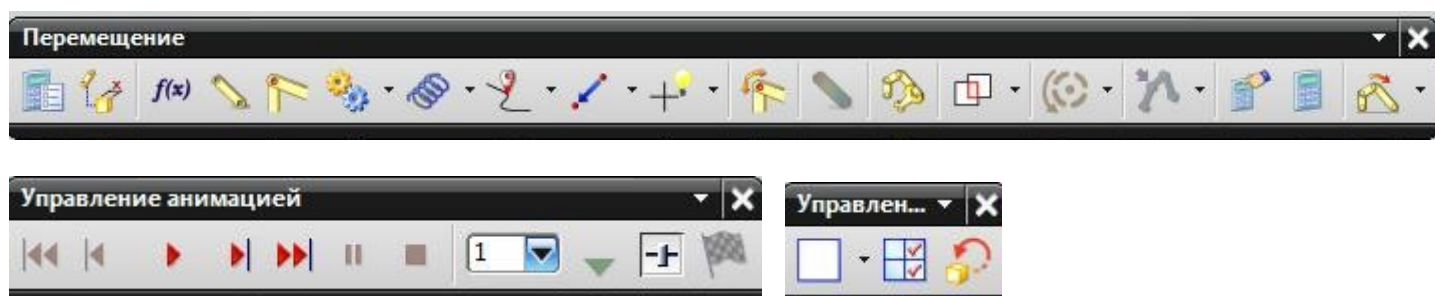

Рис.7
- Как только вы окажетесь в режиме *Симуляция кинематических механизмов*, вы сразу обратите внимание на новые инструментальные панели (рис.7).
- Ранее мы уже говорили о новых инструментальных панелях этого приложения (рис.7, 27). Общий список всех возможных инструментальных панелей показан на рис. 26. Птичками показаны те панели, которые обычно активны. Пока ограничимся только указанными тремя инструментальными панелями.